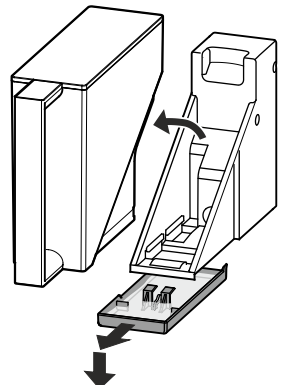

Figura 26
- Vaciado de la bandeja colectora de agua: Extraiga el depósito de agua. Desencaje con cuidado la bandeja tirando hacia arriba y, después, extráigala tirando hacia abajo **Figura 26**.